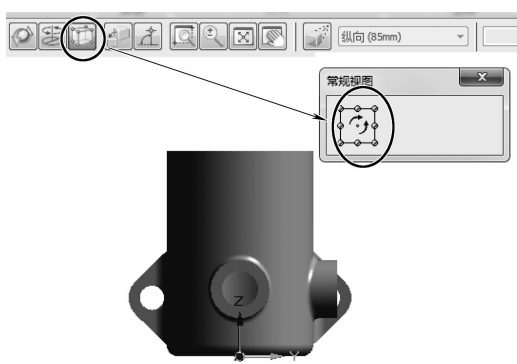
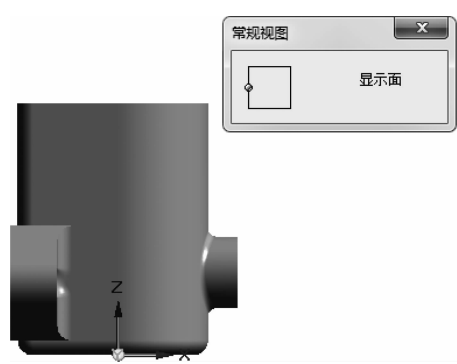

图 9-209 初始方向
图 9-210 调整后方向
(3) 在弹出的【定制方向】中，单击菜单栏中【常规视图】按钮，可以精确地调整视图视角，如图 9-209 所示移动到图 9-210 所示，再单击【关闭】按钮。